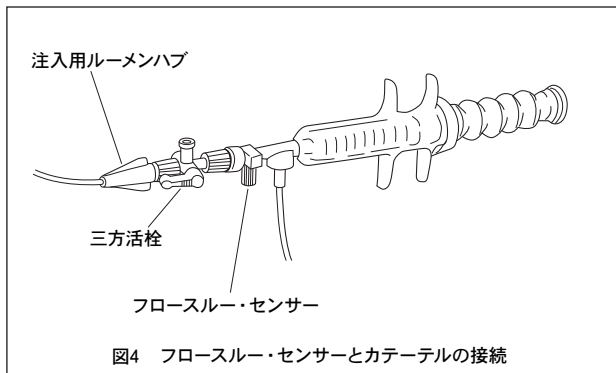

図4 フロースルー・センサーとカテーテルの接続
- ** 1. システム内に空気がないことを確認します。カテーテル注入用ルーメンハブを本品の三方活栓に接続します（図4）。